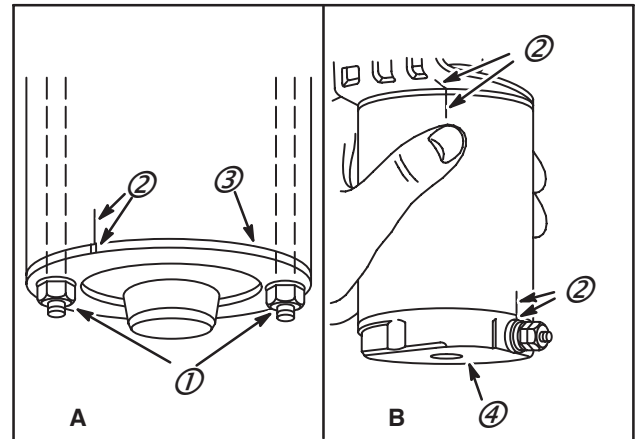

Fig. 83
1. Déposer la rondelle d'arrêt, les écrous et les vis longues (1), Fig. 83. Noter l'emplacement des vis longues et des repères (2). Ils doivent être remontés à la même position afin d'éviter toute interférence.
3. Pour déposer le porte-balais côté collecteur (4), soulever les ressorts de balais et glisser les balais hors leurs logements.
4. Nettoyer tous les résidus du rotor, du porte-balais (3), du couvercle, etc.